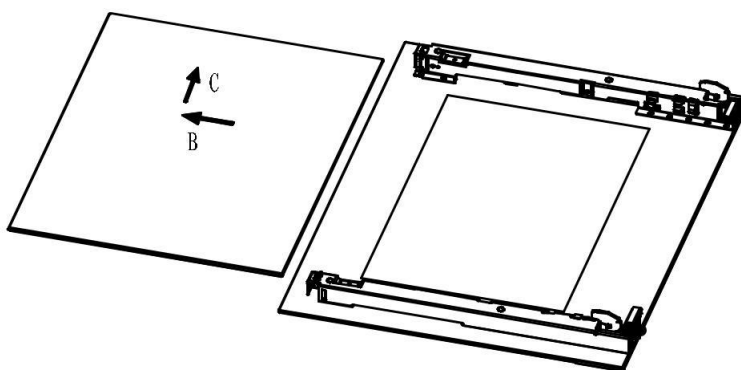

Рис.4
4. Вытащите среднее стекло. (Рис.4)